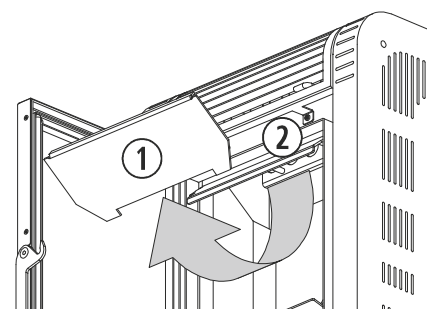

Figura 10
En los modelos *Moon* (figura 10) y *Basic*, se debe realizar una acción de limpieza a mayores sobre el intercambiador de calor (2), esta acción tendrá una frecuencia semanal. Para tener un mejor acceso al intercambiador y poder limpiarlo de forma exhaustiva, en estos modelos debemos empujar hacia arriba la placa superior del hogar (1), hasta desencajar las pestañas que la fijan a la placa central y tirar de ella. Al finalizar, colocamos de nuevo la placa superior asegurándonos que las patillas queden correctamente encajadas.
①	Placa superior del hogar.
②	Intercambiador de calor.